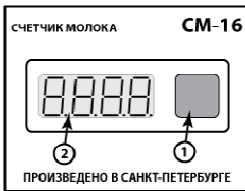
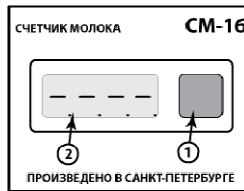
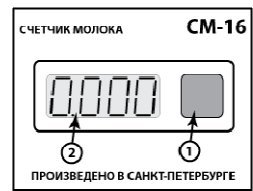

Рис. 7
Рис. 8
Рис. 9
- определить заводское тарировочное число (у каждого прибора оно имеет свое значение), для чего необходимо выключить питание, нажать и удерживать кнопку 1 (Рис. 7) на блоке индикации более 5 секунд, затем снова включить питание, на дисплее последовательно загорятся: «8.8.8.8.» (Рис.7), затем «-.-.-.-.» (Рис.8), после чего появится тарировочное число, затем «0.000» (Рис.9); значение тарировочного числа необходимо запомнить или записать (обозначим его F);